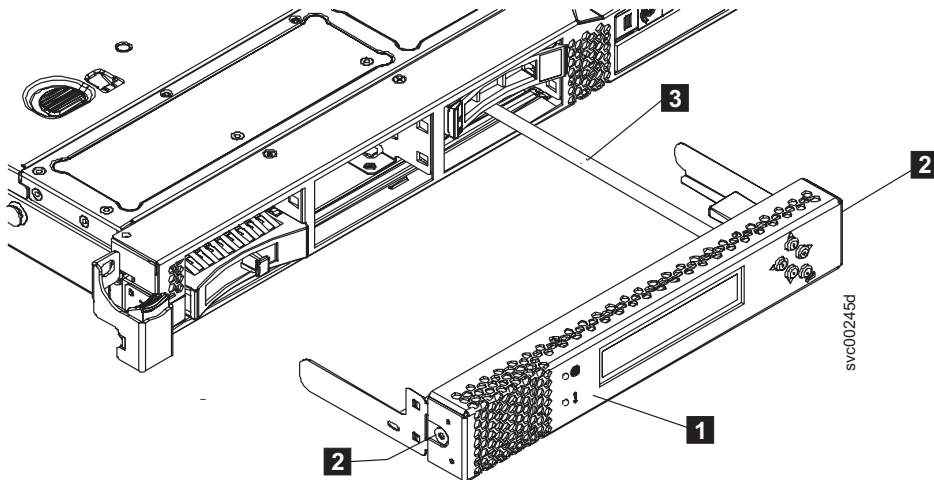

図 108. USB ケーブルが接続されているサービス・コントローラー (SAN ポリウレーム・コントローラー 2145-CF8 の図)
5. サービス・コントローラー (142 ページの図 108 の **1**) が所定の位置にある場合、サービス・コントローラー・アセンブリーの各側面にある解放ボタン (**2**) を押して、サービス・コントローラーをノードから解放します。ただし、USB サービス・コントローラー・ケーブルは切り離さないでください。サービス・コントローラーをスライドさせてノードから取り出し、どこか安全な場所で支えておくか (可能な場合)、あるいはサービス・コントローラーをサービス・コントローラー・ケーブルからそっと吊り下げておきます。